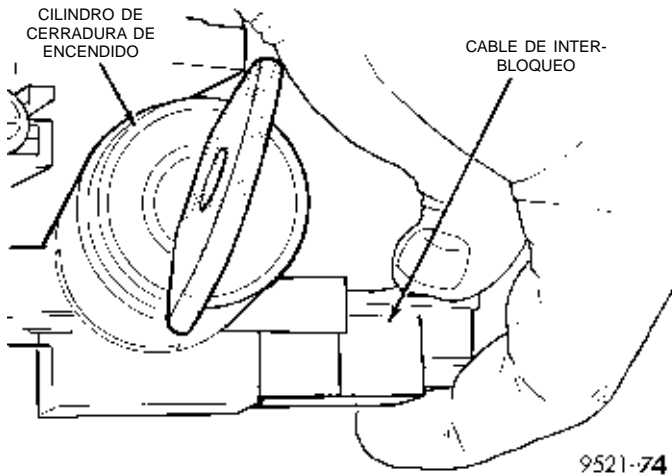

Fig. 26 Cable y conector de interbloqueo
(16) Separe las cubiertas superior e inferior.
(17) Tome el collarín y el conector del cable de interbloqueo. Retire el cable de la cubierta del sistema de interbloqueo (Fig. 26).
(18) Desenganche el cable del collarín de retención situado dentro del mazo de cableado.